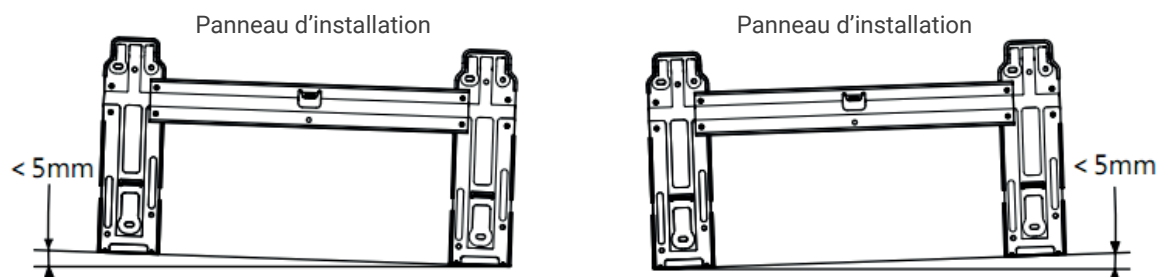

Fig.4
- Retirez la plaque d'installation métallique de l'unité intérieure. Réglez la plaque d'installation en position horizontale. La différence de hauteur entre les côtés gauche et droit de la plaque d'installation doit être inférieure à 5 mm. (Fig.4)